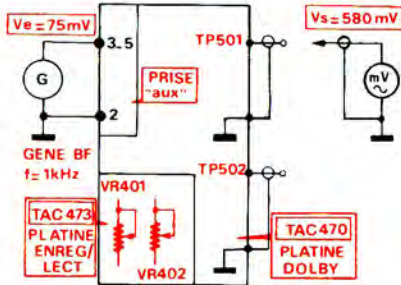

Fig. 30
6. REGLAGE DES INDICATEURS DE NIVEAU (Fig. 30 et 31)